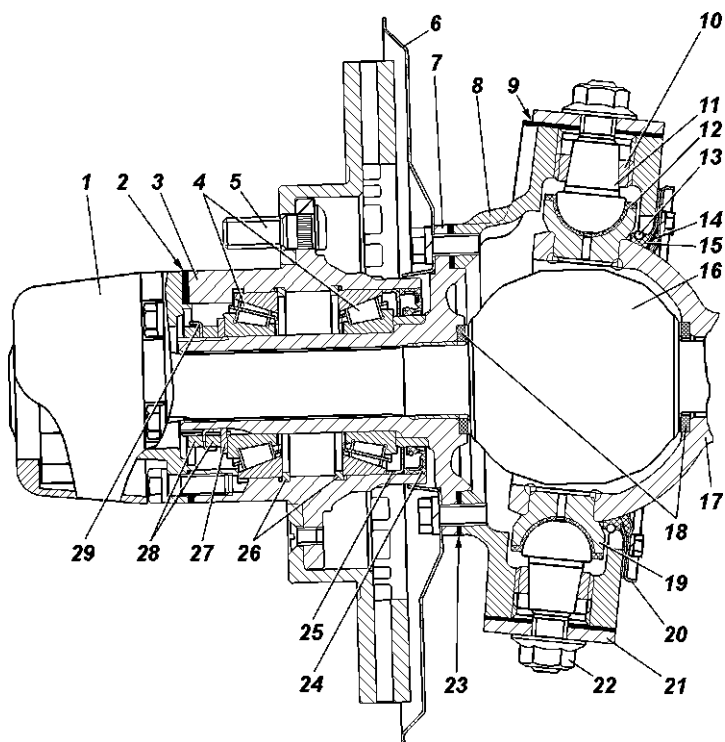
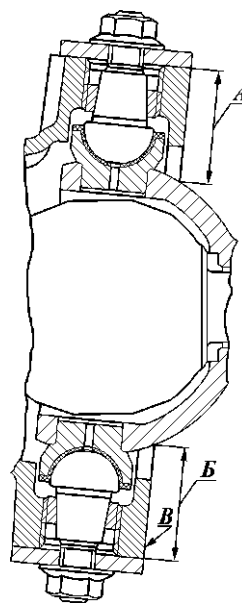

Рис. 9.12. Поворотный кулак и ступица:
Рис. 9.14. Регулировка затяжки шаровых шкворней поворотного кулака
На рис. 9.12 представлен поворотный кулак переднего моста, оснащенный шарнирами равных угловых скоростей типа "Бирфильд" и сферическими шкворневыми узлами.
Добавление смазки в сферические шкворни и в шаровые опоры с шарнирами типа "Бирфильд" (см. рис. 9.12 и 9.21) в процессе эксплуатации не требуется. При ремонте смазка заменяется. **Применяйте только рекомендованные смазки. (Для смазывания шарниров равных угловых скоростей типа "Бирфильд" используйте смазки ШРУС-4, ШРУС-4М или импортные аналоги).**
Регулировка затяжки шаровых шкворней (см. рис. 9.12) поворотного кулака на заводе производится с предварительным натягом вдоль общей оси шкворней.
Крутящий момент поворота шаровой опоры 17 (см. рис. 9.12) (или корпуса 8 поворотного кулака, если шаровые опоры не отсоединялись от кожуха полуоси) в любую сторону относительно общей оси шкворней должен быть в пределах 10-15 Н·м (1,0-1,5 кгс·м).
2. Заворачивайте зажимные втулки до упора шкворней во вкладыши с обеих сторон, обеспечив при этом равенство размеров А и Б (рис. 9.14) от торцов корпуса 8 (см. рис. 9.12) поворотного кулака до сферы шаровой опоры 17. *Допускается неравенство размеров А и Б не более 0,2 мм. Для получения достаточной точности измерение размеров А и Б следует проводить в плоскости В (см. рис. 9.14).*
- 5. Установите накладку 21 (см. рис. 9.12) с прокладками 9 и затяните гайки 22 с крутящим моментом 80-100 Н·м (8-10 кгс·м).
Неравенство размеров А и Б (см. рис. 9.14) должно быть не более вышеуказанной величины (0,2 мм).